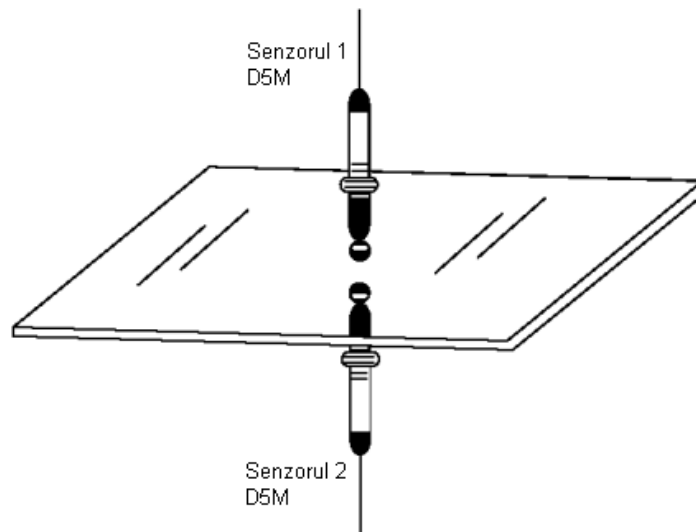

Fig.22
1.11.1. Măsurarea grosimii unui panou de sticlă aplicație (fig.22):